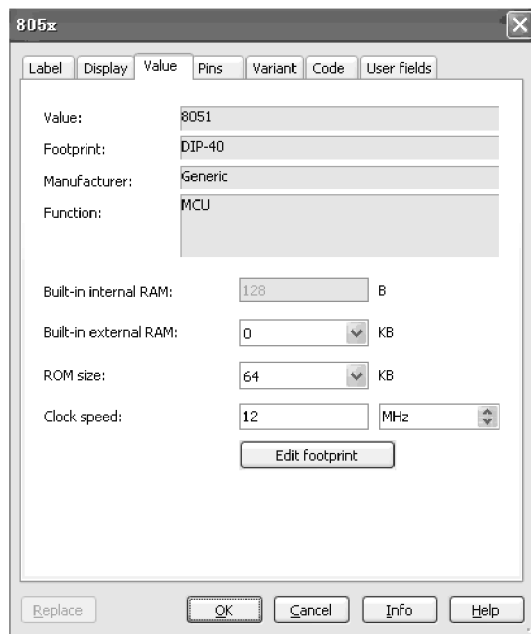

图 6-80 Value 标签页
(3) Value 标签页如图 6-80 所示, 各项说明如下。